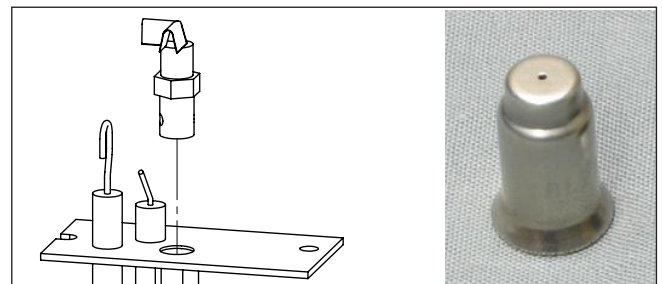

Figure 21: Orifice pilote (pas à l'échelle)
5. Convertissez l'orifice pilote existant avec celui fourni dans ce kit (voir Figure 21) à l'aide d'une **clé de 7/16 po**. Dévissez complètement et retirez la tête pilote et remplacez l'insert d'orifice, extrémité de la cloche vers le bas. Réinstallez et serrez le pilote. Si la tête n'atteint pas l'orientation correcte dans la position ajustée, contactez votre revendeur Enviro.